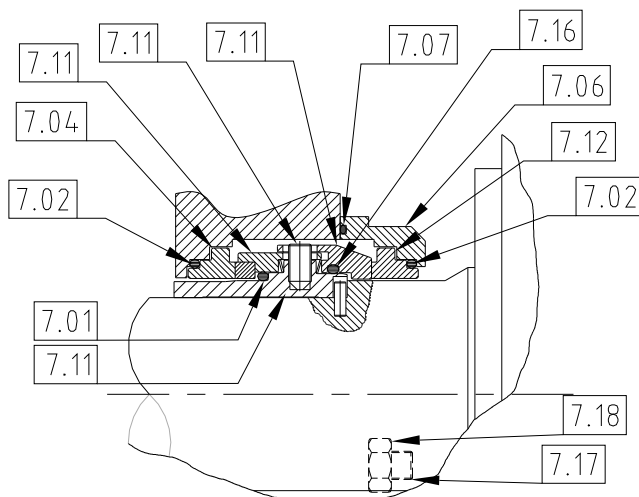

Fig 43 Dubbel spolad mekanisk tätning - CP50
- Se Fig 43 för dubbel spolad mekanisk tätning för CP50.